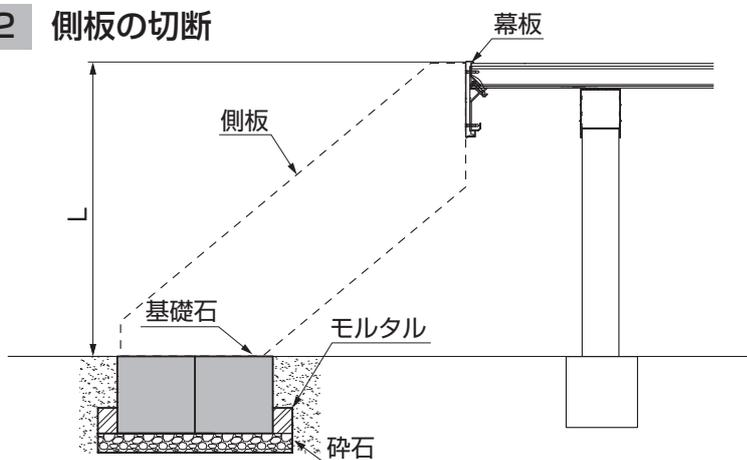

図2-3
- ① 基礎石上面と取付ける幕板上面のLを測定してください。(図2-3参照)